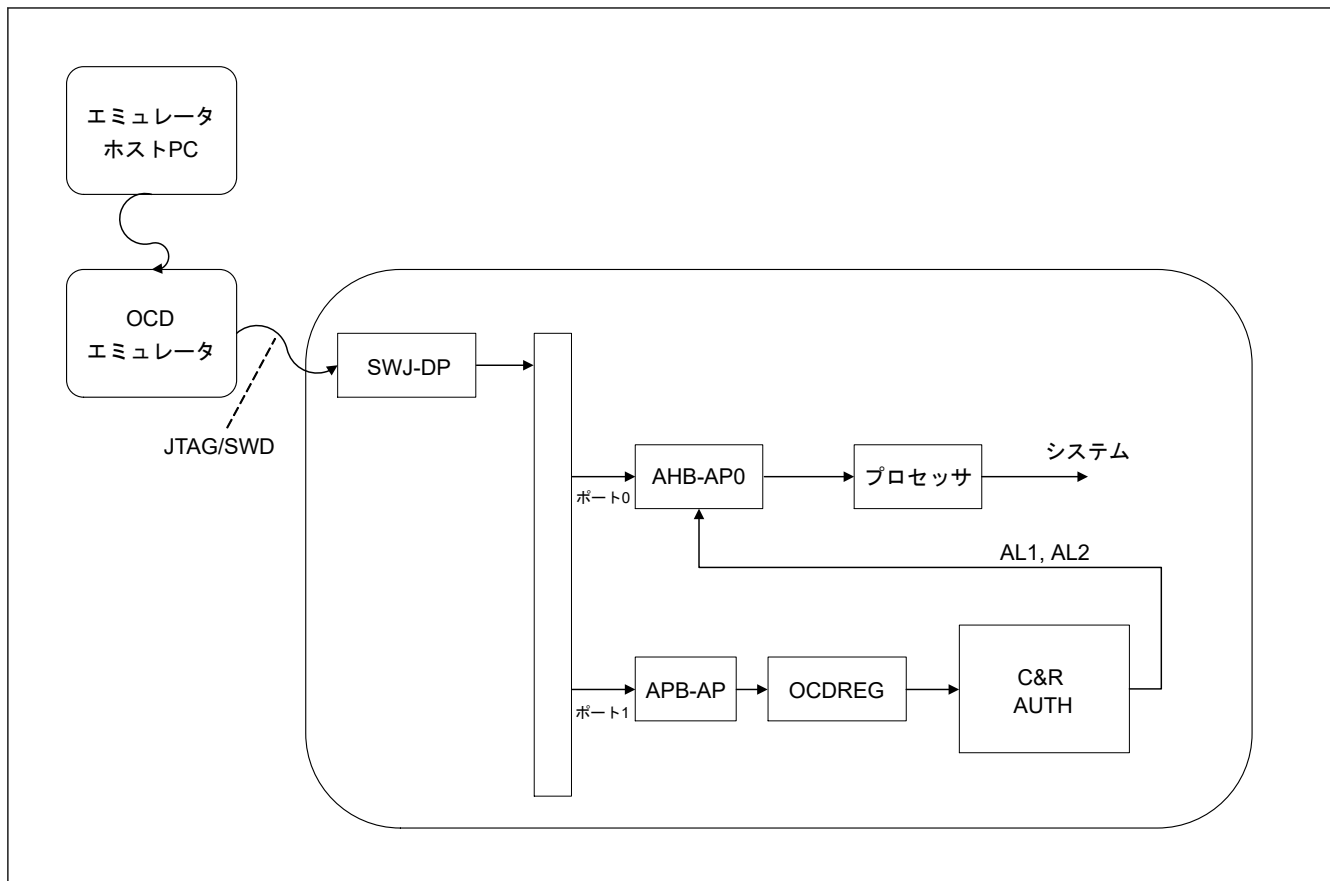

図 2.5 JTAG/SWD による認証レベルの制御
- JTAG/SWD を使用。図 2.5 を参照してください。